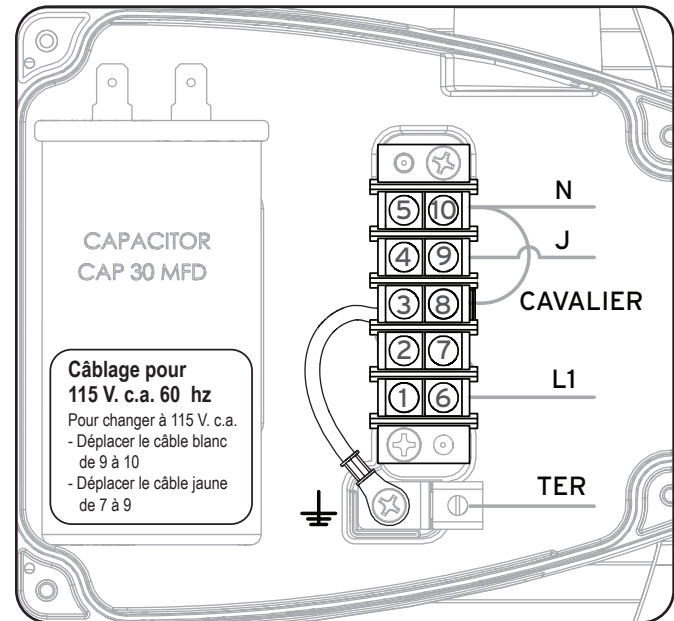

Figure 6. Câblage pour 115 V. c.a.
3. Recâbler le câblage d'usine et les câbles d'alimentation conformément à Figure 6.
4. Fixer le conduit flexible au conduit de connexion avec un coude de conduit de 1/2 po ou une connexion de conduit comparable. Voir Figure 6. Veiller à ne pas endommager ni abraser aucun câblage.